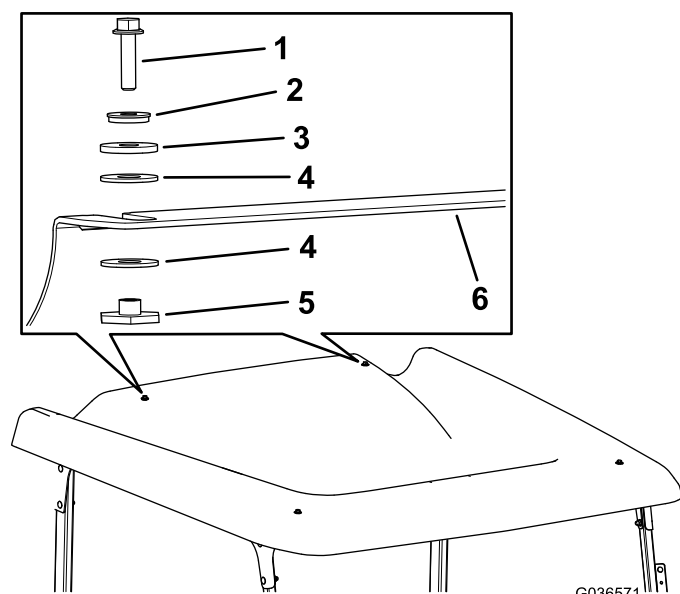

Bild 13
13. Befestigen Sie das Sonnendach mit zwei Sechskantbundkopfschrauben (1/4" x 1"), zwei Dichtungsscheiben, zwei Reibscheiben, vier Kunststoffscheiben und zwei Bundbüchsen an der hinteren Querverbindung (Bild 13).